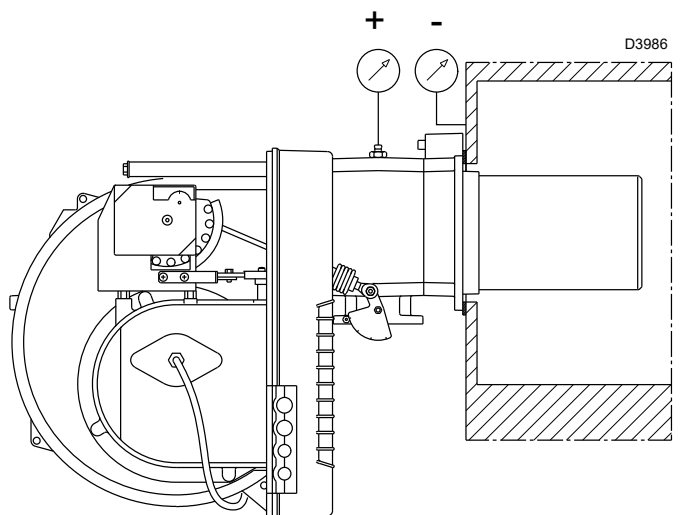

Fig. 27
- Montar un manómetro (Fig. 27) en la toma de presión de gas del manguito. Sirve para conocer aproximadamente la potencia MÁX del quemador mediante las Tab. H en la pág. 30.
La llegada de gas al manguito puede observarse en el manómetro (Fig. 27 en la pág. 22).
A manera orientativa se puede calcular consultando la Tab. H en la pág. 30, es suficiente leer la presión del gas en el manómetro, (Fig. 27 en la pág. 22), y seguir las indicaciones de la pág. 18.